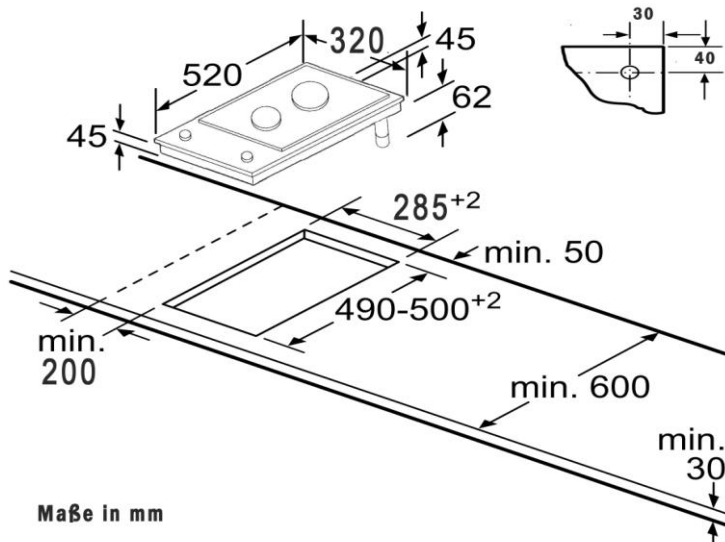

Abb. 4
Es ist eine Zeichnung gemäß den beiliegenden Diagrammen anzufertigen, siehe Abb.4 für Modellausschnittsdetails. Wir empfehlen, die Unterseite des Kochfeldes abzuschirmen. Insbesondere dann, wenn dieser Bereich für die Lagerung oder den Einbau eines anderen Gerätes genutzt werden soll. Die Abschirmung sollte aus nicht brennbarem Material gefertigt sein. Wenn das Gehäuse aus brennbarem Material gefertigt ist, sollte ein Mindestluftspalt von 30 mm zwischen dem untersten Teil unter dem Kochfeld und der Abschirmung vorhanden sein. DIESER LUFTRAUM MUSS GUT BELÜFTET SEIN.
Befestigen Sie das Gerät mit den mitgelieferten Befestigungsschrauben (siehe Abb. 4 für Details). Vergewissern Sie sich, dass das Gerät vollständig in der Öffnung sitzt, bevor Sie es an seinem Platz befestigen.
- Zwischen dem Kochfeld und den Thekenwänden sollte ein Sicherheitsabstand gelassen werden (Abb. 4).
- Die für das Kochfeld vorzusehende Bohrung in der Theke sollte gemäß der Darstellung in Abb. 4 sein.